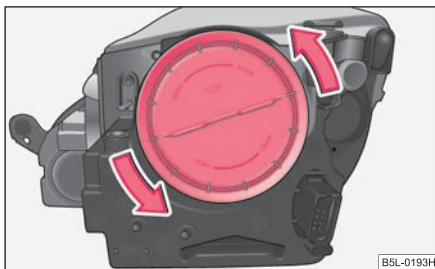

Fig. 238 Quitar la caperuza
- Girar la caperuza protectora en la dirección de la flecha **OPEN (abrir)** ⇒ fig. 238 y quitarla.
- Girar la caperuza protectora en la dirección de la flecha **OPEN (abrir)** ⇒ página 270, fig. 238 y quitarla.
- Extraiga el enchufe (A).
- Presionar el estribo de alambre (B) hacia abajo hasta que quede aflojado de la posición fija.
- Saque la bombilla (C) y coloque una nueva de tal modo, que las lengüetas de fijación del zócalo de la bombilla encajen en los rebajes del reflector.